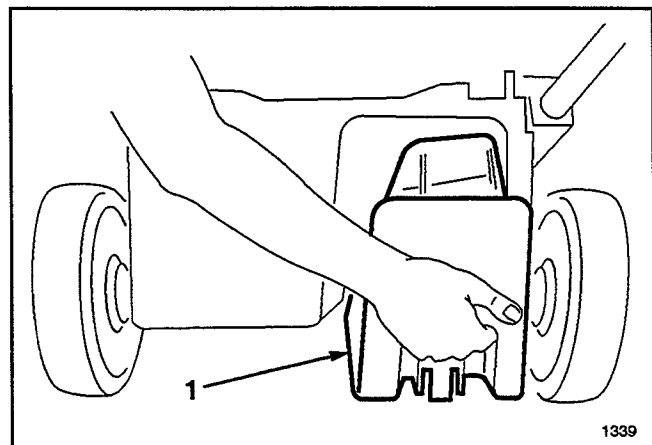

Figure 5
2. Soulever le volet d'éjection et insérer l'obturateur dans l'ouverture d'éjection (Fig. 5).